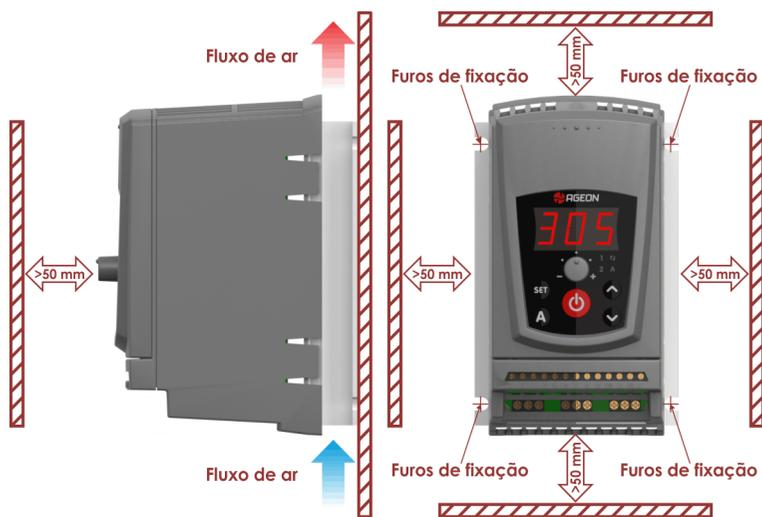

Figura 6-1 - Fixação do inversor
- ✓ A fixação deve ser feita com parafusos através dos furos de fixação mostrados na Figura 6-1;
- ✓ Deixar no mínimo 50 mm de espaço livre ao redor do aparelho conforme mostra a Figura 6-1;